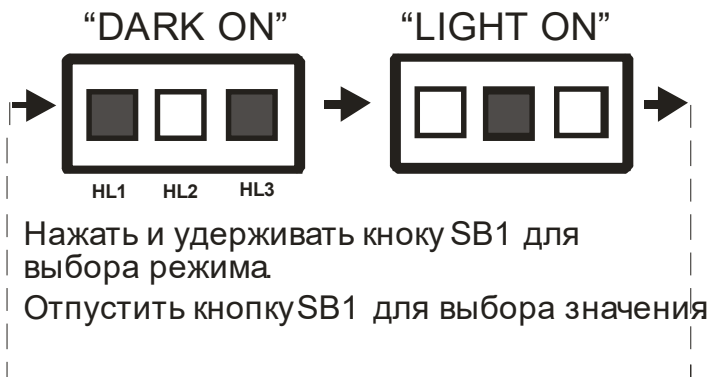

Рисунок 5 - Работа индикаторов в режиме выбора коммутационной функции
- 2) Нажать и удерживать кнопку программирования SB1 в течение 5-7с. Приемник перейдет в режим программирования. Продолжить удерживать кнопку SB1. В окне индикации режимов (см. рис.2) светодиоды HL1, HL2, HL3 начнут поочередно загораться в соответствии с рис. 5, индицируя режим DARK ON или режим LIGHT ON.